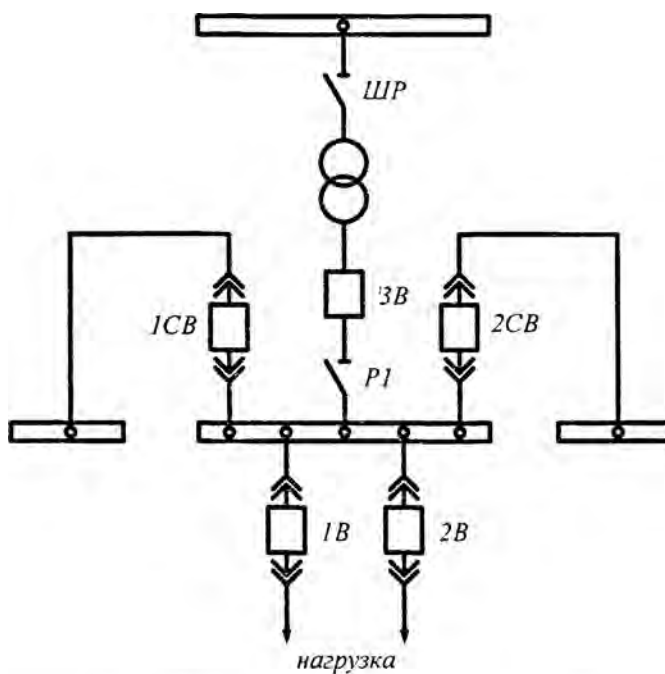

Рисунок 2. Схема отключения трансформатора
- схема отключения трансформатора (рисунок 2);